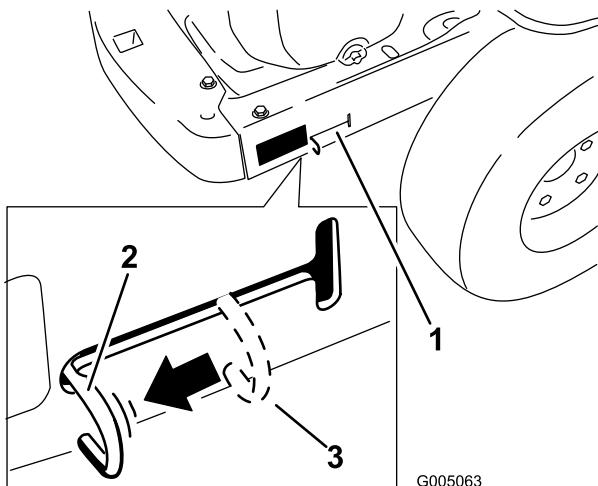

Figura 17
- Spostate le leve by-pass indietro e poi verso il basso per bloccarle in posizione come riportato nella Figura 17 per disinserire i motori della ruota. Ripetete l'operazione su ciascun lato della macchina.
Spostate le leve by-pass verso l'alto e spingetevi in avanti, fino a **metà** della scanalatura orizzontale (Figura 17) per innestare i motori della ruota.